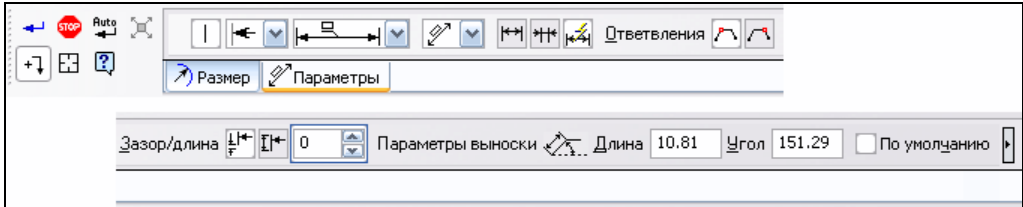

Рис. 2.9. Панель свойств команды **Радиальный размер** на вкладке **Параметры**
- ◆ щелкните по вкладке **Параметры** (рис. 2.9). Из списка **Размещение текста** выберите один из вариантов размещения текста. В данном случае **На полке, вправо**;